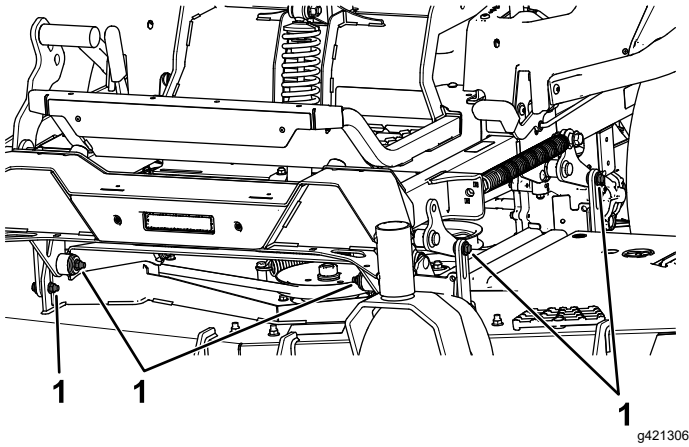

Figure 107
7. Enlevez et conservez les boulons et écrous de chaque côté de la machine (Figure 107).